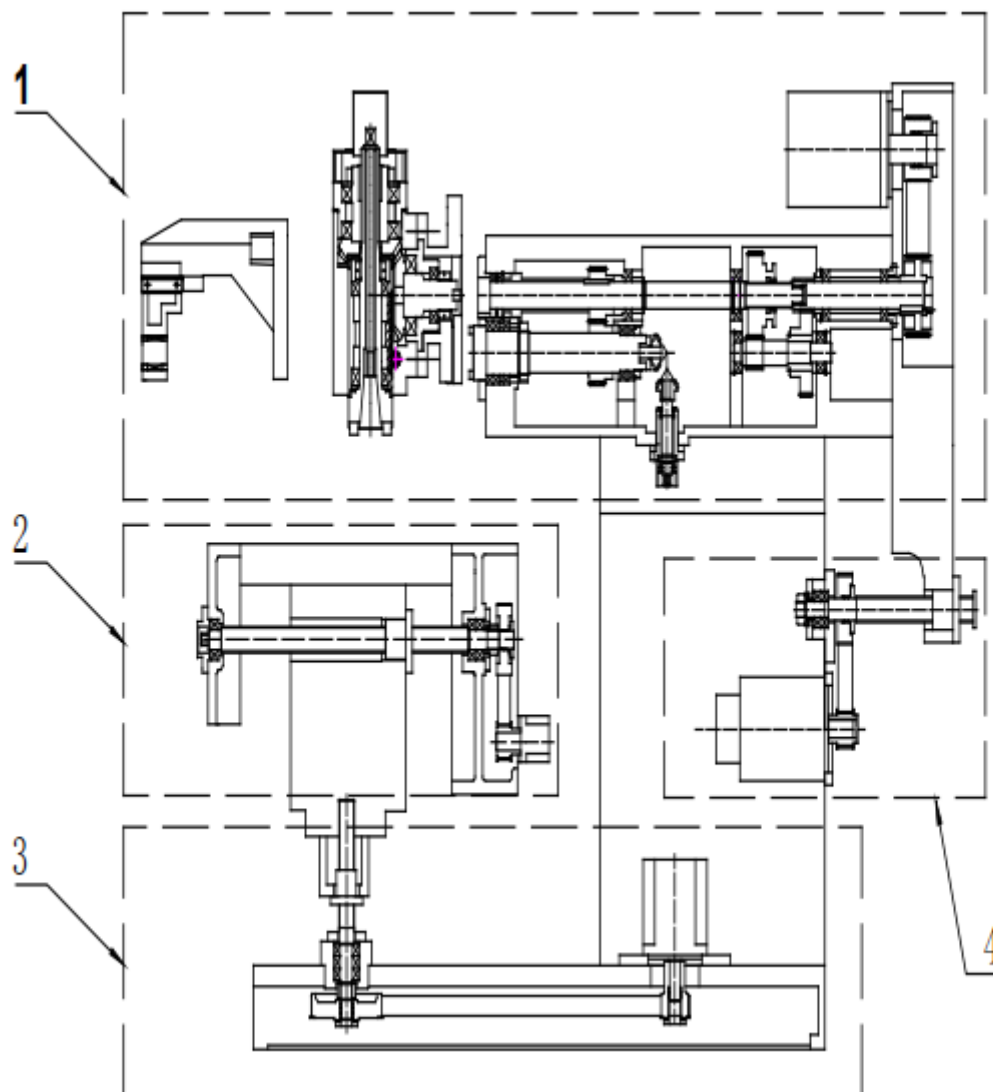
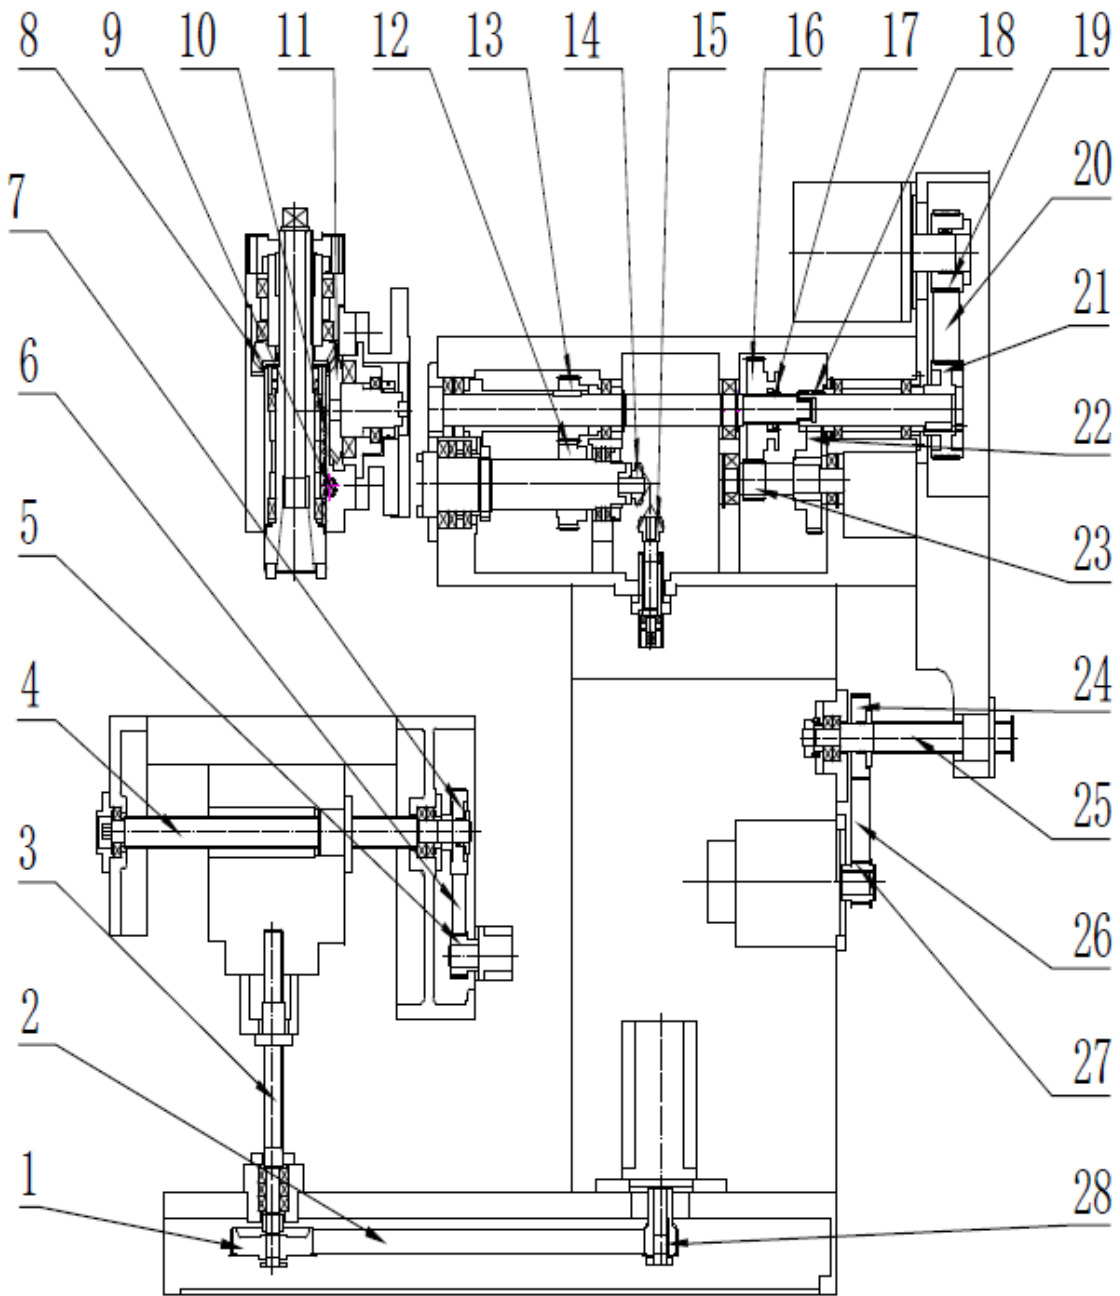

Рис. 10: Схема структуры трансмиссии станка
Рис. 11: Схема деталей трансмиссии станка
1) Система трансмиссии шпинделя (см. рис. 10 и рис. 11)
Система трансмиссии шпинделя состоит из поршневой коробки передач и фрезерной головки, подробнее см. блок-схему 4 на рис. 10. Конкретные детали привода см. на рис. 11. Принцип трансмиссии следующий:
2) Привод по оси X (см. рис. 10, рис. 11)
Привод по оси X показан на блок-схеме 2 на рис. 10; детали трансмиссии см. на рис. 11, принцип трансмиссии следующий:
3) Привод по оси Y (см. рис. 10, рис. 11)
Привод по оси Y показан на блок-схеме 4 на рис. 10; детали трансмиссии см. на рис. 11, принцип трансмиссии следующий:
4) Привод по оси Z (см. рис. 10, рис. 11)
Привод по оси Z показан на блок-схеме 3 на рис. 10; детали трансмиссии см. на рис. 11, принцип трансмиссии следующий:
(см. рис. 11)
10. Перечень деталей редуктора и трансмиссии (для WFM850) (см. рис. 11)